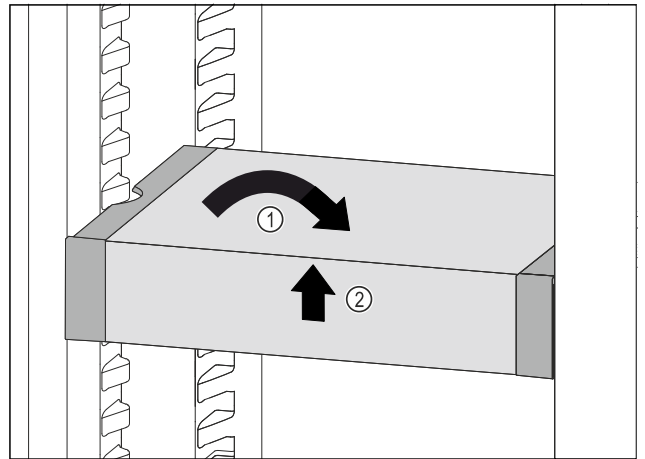

Fig. 103
- ▶ VarioSafe recht zetten. Fig. 103 (1)
- ▶ VarioSafe aan voorkant optillen. Fig. 103 (2)